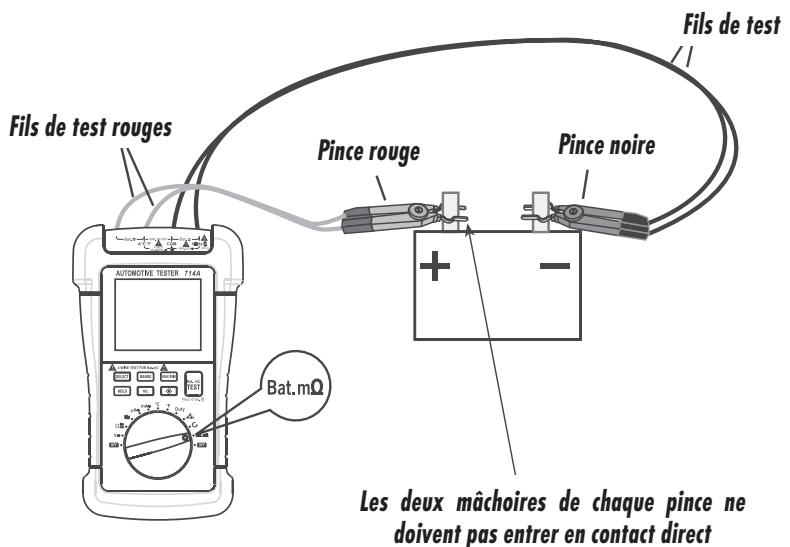

figure 8
2. Voir Figure 8, introduisez les deux fils de test rouges dans les deux bornes "Bat." et les deux fils de test noirs dans les deux bornes "Bat." .
3. Retirez la couche d'oxydation de la surface des bornes de la batterie. Appliquez la pince rouge sur la borne positive de la batterie et la pince noire sur la borne négative (Figure 8).